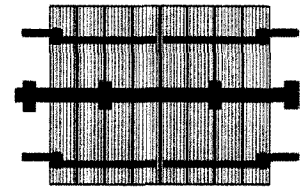

Abb. 4
4. Nur beantworten, wenn Glaseinsätze in Außentüren vorhanden sind. Diese sind vergittert oder durch Innen-Holzblenden geschützt (s. Abb. 4).  ja  nein  wird angebracht
– Innen-Holzläden mit Vorlegestange (Abb. 4)  ja  nein  wird angebracht